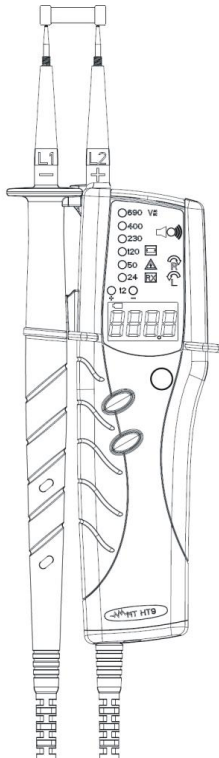

Fig. 6 : Test de continuité
1. Connecter les bornes de mesure L1 et L2 à l'objet sous test (voir Fig. 6).